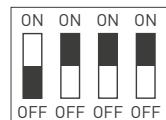

Рис. 1.
- При необходимости плавного включения переведите DIP-переключатель номер 1 в положение **ON**, как изображено на рис. 1 (за исключением арт. 049077).
- При необходимости снижения максимальной яркости переведите DIP-переключатели номер 2, 3 и 4, показанные на рис. 1, в требуемые положения в соответствии с таблицей (за исключением арт. 049077).